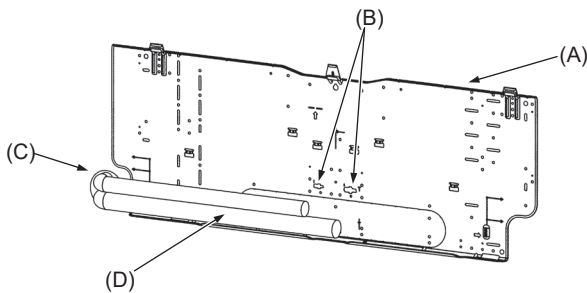

Fig. 3-5
- (A) Mín. 120 mm, 4-11/16 in. (617,6 mm, 24-5/16 in. o más con la instalación del bomba opcional de drenaje)
- (B) Mín. 220 mm, 8-11/16 in.
- (C) Mín. 70 mm, 2-3/4 in. (130 mm, 5-1/8 in. o más con la instalación de tuberías de la parte izquierda, posterior izquierda o inferior izquierda y del bomba opcional de drenaje)
- (D) Tornillos de fijación (4 × 25) (2)
- (E) Nivel
- (F) Placa de montaje (1)
3.3. Cuando coloque los tubos en la pared (Fig. 3-5)
- (A) Placa de montaje (1)
- (B) Marca de referencia de la conexión abocinada
- (C) Orificio pasante
- (D) Tuberías locales